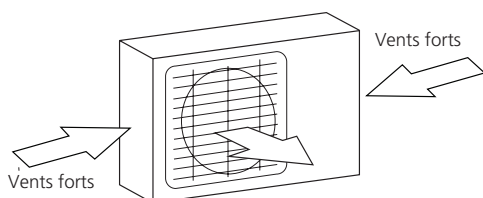

Fig. 6.1
- ☑ Si possible, assurez-vous que l'appareil est suffisamment éloigné de la propriété de vos voisins afin que le bruit de l'appareil ne les dérange pas. Si l'emplacement est exposé à des vents forts (par exemple : à proximité du littoral), l'appareil devra être placé contre le mur afin de l'abriter du vent. Le cas échéant, utilisez un auvent. (Voir les Fig. 6.1 et 6.2)